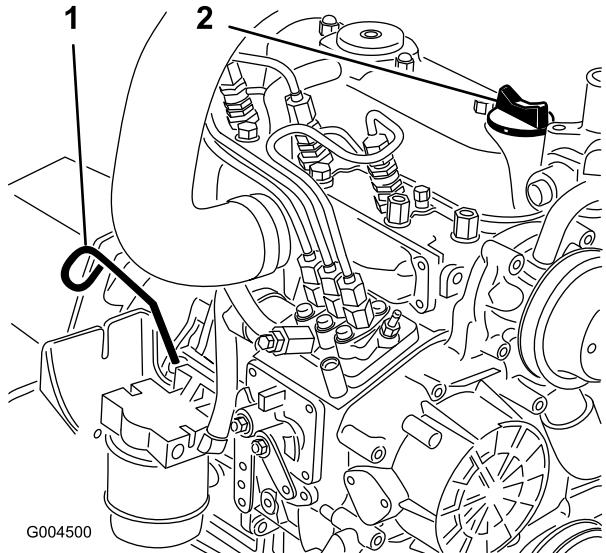

図 42
3. ディップスティック(図 42)を抜き取り、付いているオイルをウェスで拭きとつてもう一度差し込む。引き抜いて油量を点検する。
4. 不足している場合は、キャップ(図 42)を取り、Full 位置までオイルを補給する。